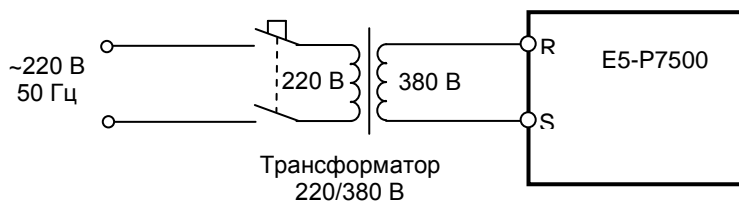

Рис. 4.9. Подключение ПЧ к электросети 1Ф ~220 В через трансформатор 220/380
4.7.1. Подключить преобразователь **E5-P7500-025H...040H** к электросети 3Ф ~380 В (или к электросети 1Ф ~220 В через трансформатор 220/380 В, как показано на рис. 4.9).
4.8.1. Подключить три лампы (~220 В, 40-100 Вт), соединённые по схеме «Звезда» к выходным клеммам U, V, W преобразователя частоты. Подать питание ~380 В 3Ф (или ~220 В 1Ф через трансформатор 220/380 В (см. рис. 4.9)).